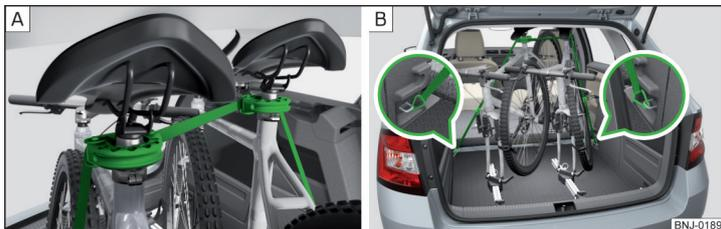

Fig. 109 Assegurar a estabilidade das bicicletas com uma cinta
- Ao transportar duas bicicletas estique a cinta entre os selins, afastando as bicicletas um da outra » Fig. 109 - **A**.
- Engate os mosquetões nas extremidades das cintas nos olhais de fixação inferiores por trás dos bancos traseiros » Fig. 109 - **B**.